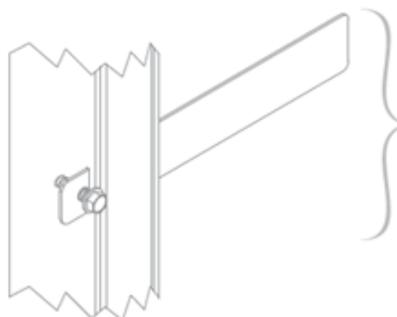

FIGURA 8
- Deslizar o limitador da testeira de dentro de cada guia. **Ver figura 8.**